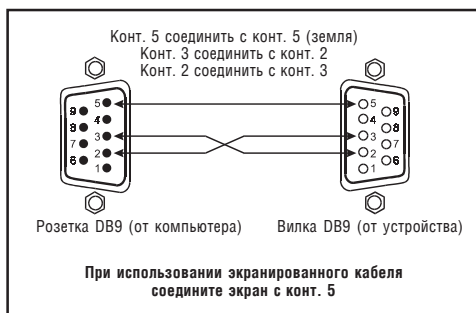

Рис.3. Подключение к порту RS-232
- Соедините порт RS-232 DB9 на PC с портом RS-232 DB9 на задней панели **VP-719DS**, **VP-720DS**, **VP-723DS** или **VP-724DS**, как показано на рис. 3: